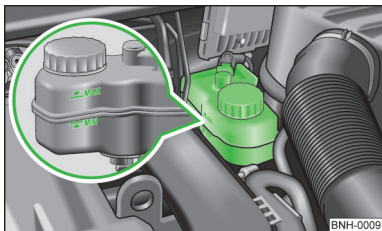

Fig. 137
- Dacă nivelul lichidului a scăzut sub marcajul MIN » fig. 137 la pagina 165,  nu continuați deplasarea - pericol de accident! Solicitați asistența de specialitate a unei unități de service.
- Verificați nivelul lichidului de frână pe recipientul acestuia » fig. 137.